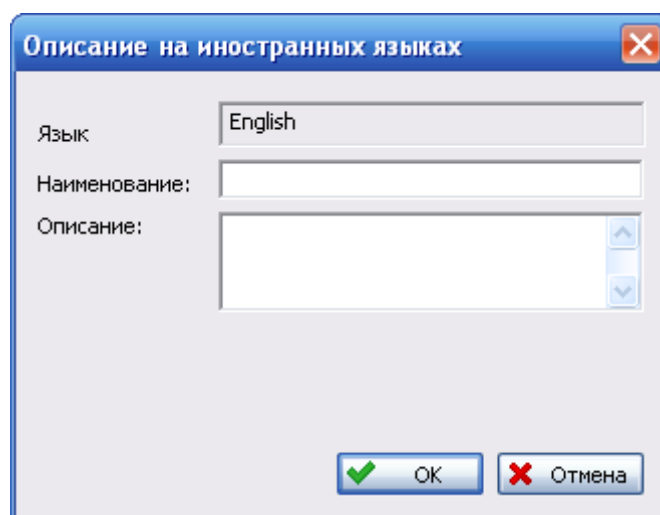

Рис. 4-4
- Для ввода наименования и описания функции на иностранном языке нажмите на кнопку **Описание на иностранных языках**. В появившемся окне **Описание на иностранных языках** введите наименование и описание функции на языке, указанном в поле **Язык**, и нажмите на кнопку **ОК** (рис. 4-4).